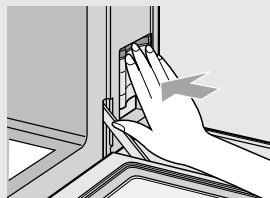

Figure 3
5. Installez le réservoir en poussant fermement. (Figure 3)